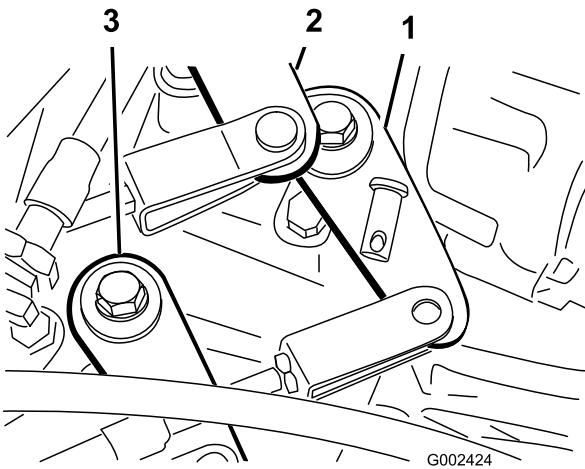

Figura 56
2. Togliete i perni che fissano i cavi ai bracci del cambio del transaxle (Figura 56).